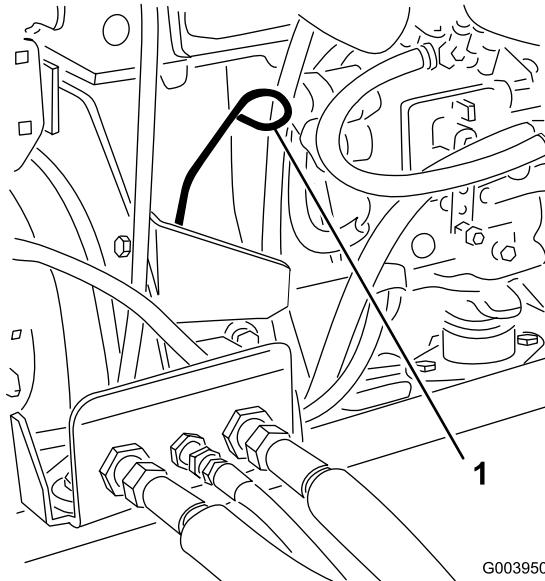

図 27
3. ディップスティックを取り、付いているオイルをウェスで拭きとつてもう一度差し込む(図 27)。